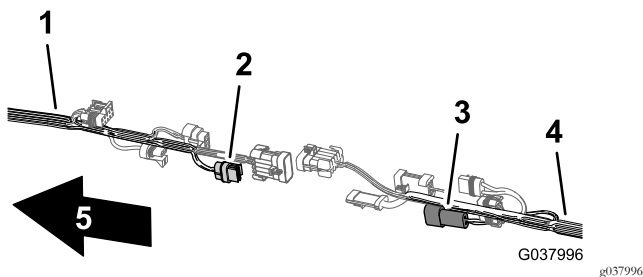

Bild 109
5. Stecken Sie den 2-Stift-Stecker des vorderen Kabelbaums für die Spülpumpe in den 2-Buchsen-Stecker des hinteren Kabelbaums für die Spülpumpe (Bild 109).